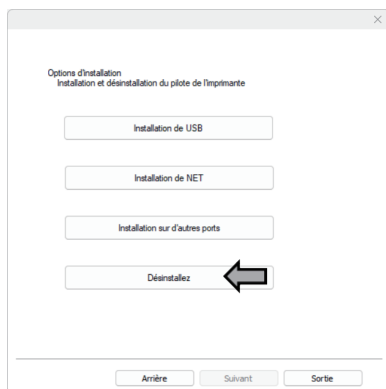

Fig.21
② Ouvrez l'interface « Installation et Désinstallation », cliquez sur le bouton « Désinstaller » et attendez que le pilote soit désinstallé (comme montré dans les Fig. 21 et 22).